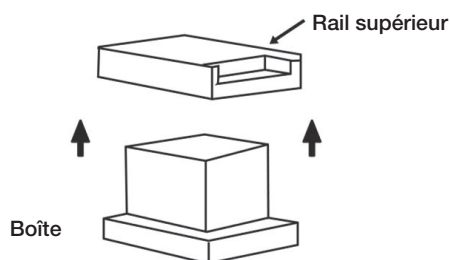

Fig. 2
- Retirez le rail supérieur de la partie supérieure de l'emballage. (Fig. 2)